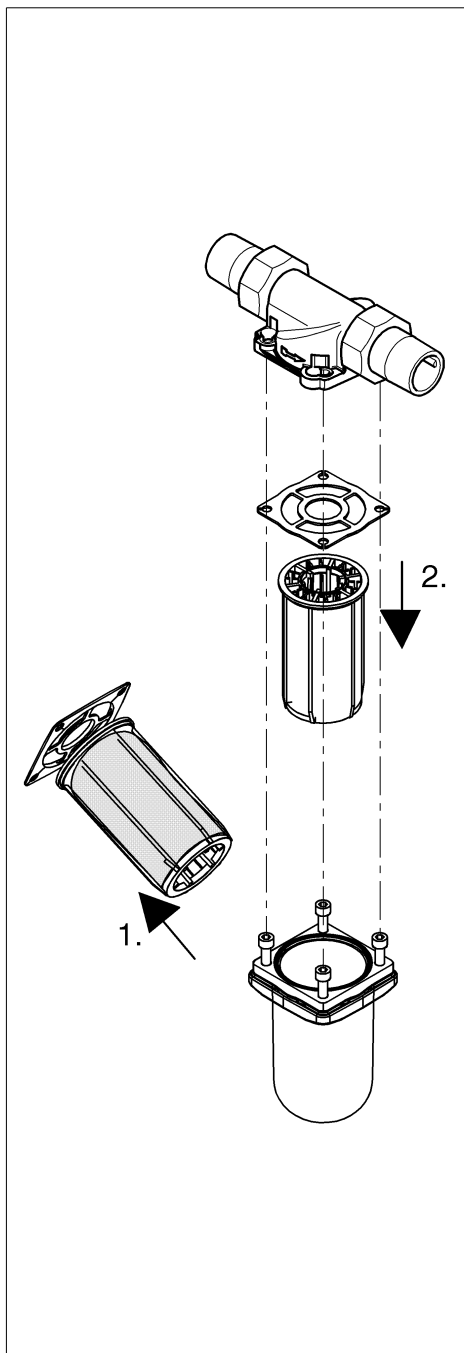

Abb. 5:
- 5 Flansch mit verbrauchtem Sieb einschl. Ringdichtung entfernen (Abb. 5).